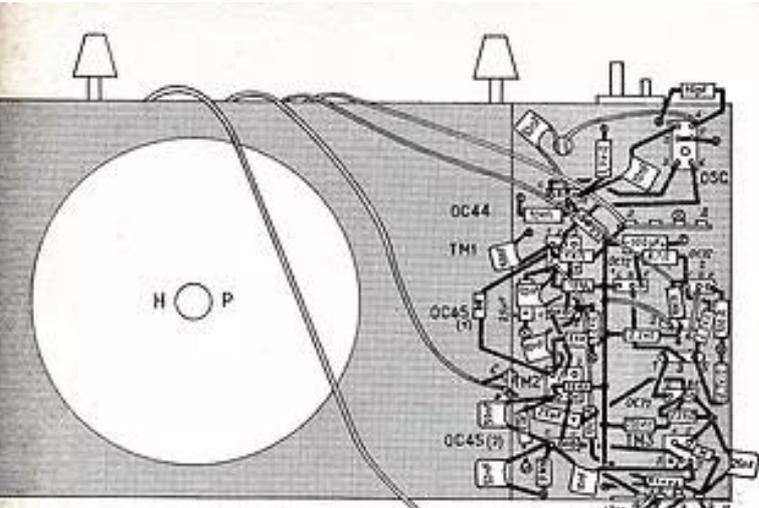

FIG. 2
**Réglages pratiques (Fig. 2 et 3).**
La broche C du support OC45 (1) est connectée à la borne 1 du transformateur TM1 sur la broche E on soude : une résistance de 1 200 Ω dont l'autre extrémité est soude au châssis, un condensateur de 10 pF qui va à la borne 6 du transformateur TM1 et un condensateur de 10 pF qui aboutit à la borne 1 du transformateur TM2. On soude une résistance de 2 200 Ω entre cette borne 1 et la ligne - 3 V. La borne 4 du transformateur TM2 est connectée à la broche B du support OC45 (2). Sur la borne 5 de ce transformateur on soude une résistance de 1 000 Ω qui va au châssis, une de 10 000 Ω qui va à la ligne - 3 V et un condensateur de 10 pF qui aboutit à la broche E du support OC45 (1). Entre la borne 2 de TM1 et la borne 1 de TM2 on soude une diode en germanium avec les bornes indiquées sur la figure 2.